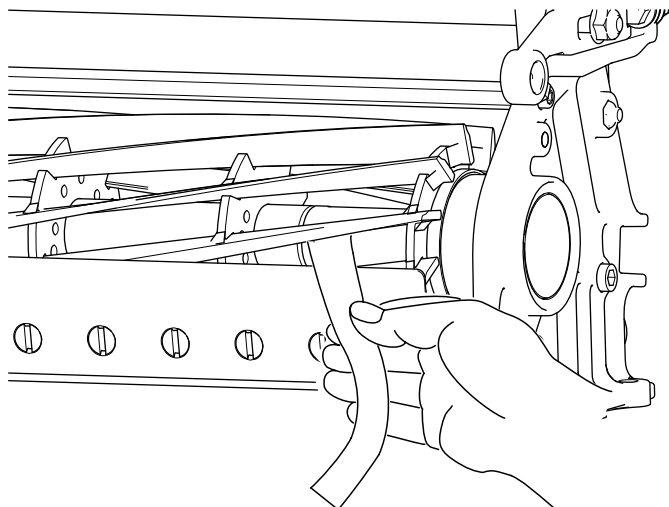

Figura 8
- B. Inserai o bucată lungă de hârtie (nr. Piesă Toro 125-5610) pentru verificarea performanei de tăiere între cilindru i contracuit, perpendicular pe acesta din urmă (Figura 8), apoi rotii cilindrul **încet** în față; ar trebui să taie hârtia; în caz contrar, repetai pașii A i B până când ajungei la acest rezultat.
11. Inserai o bucată lungă de hârtie pentru verificarea performanei de tăiere (nr. piesă Toro 125-5610) între cilindru i contracuit, perpendicular pe acesta din urmă (Figura 8), apoi rotii cilindrul **încet** în faă; ar trebui să taie hârtia; în caz contrar, rotii fiecare urub de reglare al barei de cadru în sensul acelor de ceasornic cu 1 clic i repetai acest pas până când taie hârtia.